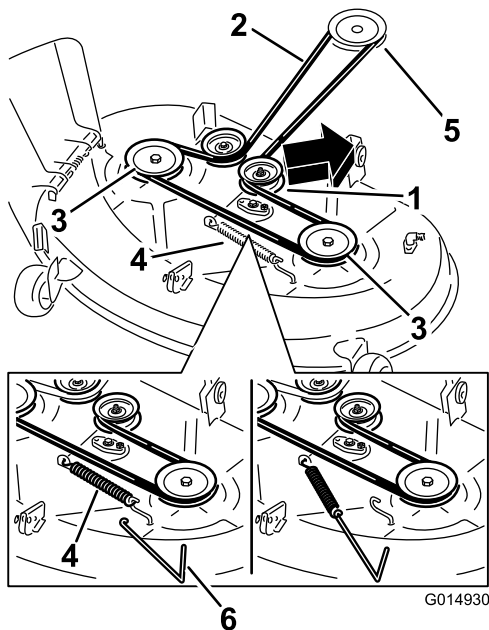
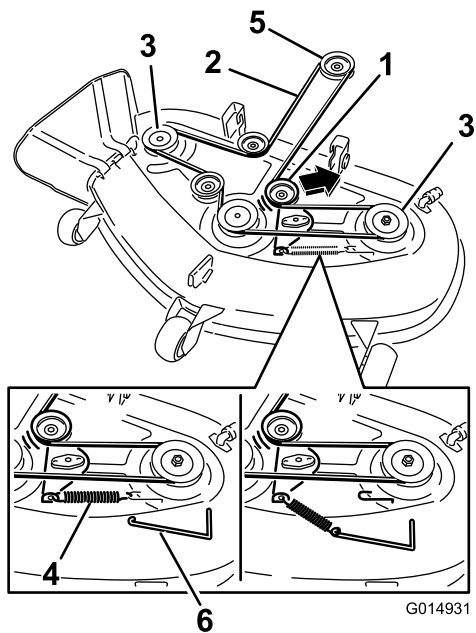

Figure 54
Figure 55
5. À l'aide d'un outil de dépose de ressort (réf. Toro 92-5771), décrochez le ressort du crochet sur le tablier pour détendre la poulie de tension et déchaussez la courroie des poulies (Figure 54 et Figure 55).
6. Acheminez la courroie neuve autour de la poulie du moteur et des poulies du tablier de coupe (Figure 55).
7. À l'aide d'un outil de dépose de ressort, accrochez le ressort au crochet situé sur le tablier pour tendre la poulie de tension et la courroie du tablier de coupe (Figure 54 et Figure 55).